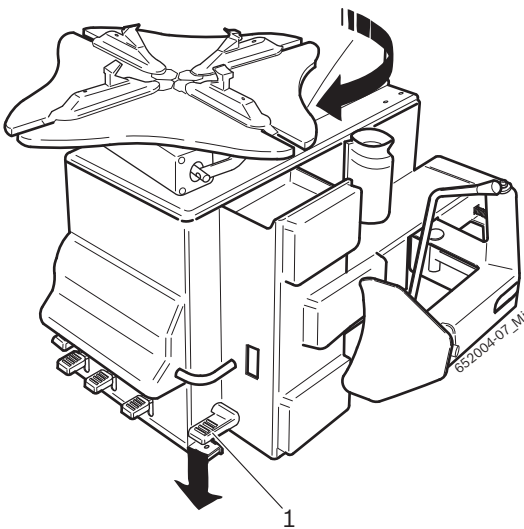

Fig. 2: Contrôle du sens de rotation
Pour le fonctionnement normal du TCE 4335, il est fondamental que, lorsqu'on appuie sur la pédale indiquée sur la Fig.2 (1), le sens de rotation de la bride de serrage s'effectue dans le sens des aiguilles d'une montre.